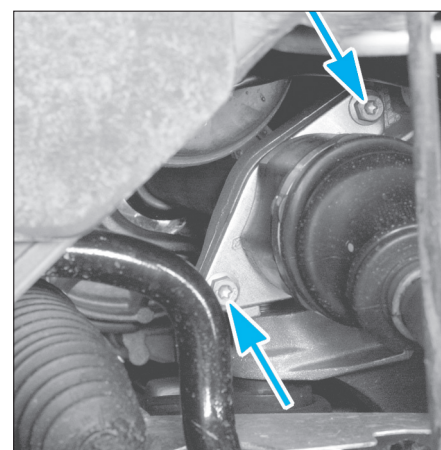

FIG. 3
**Pour la transmission droite**, déposer les deux vis de la bride du palier de la transmission (fig. 3) puis dégager celle-ci du différentiel en tirant dessus vers l'extérieur.